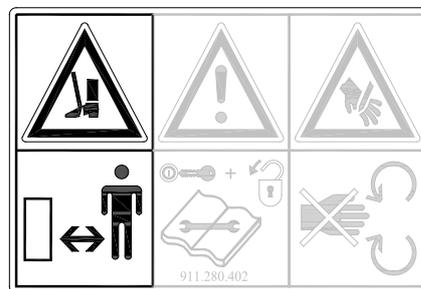

Fig. 4
**Mantenere la distanza minima di sicurezza di 4 metri!** (Fig. 4)